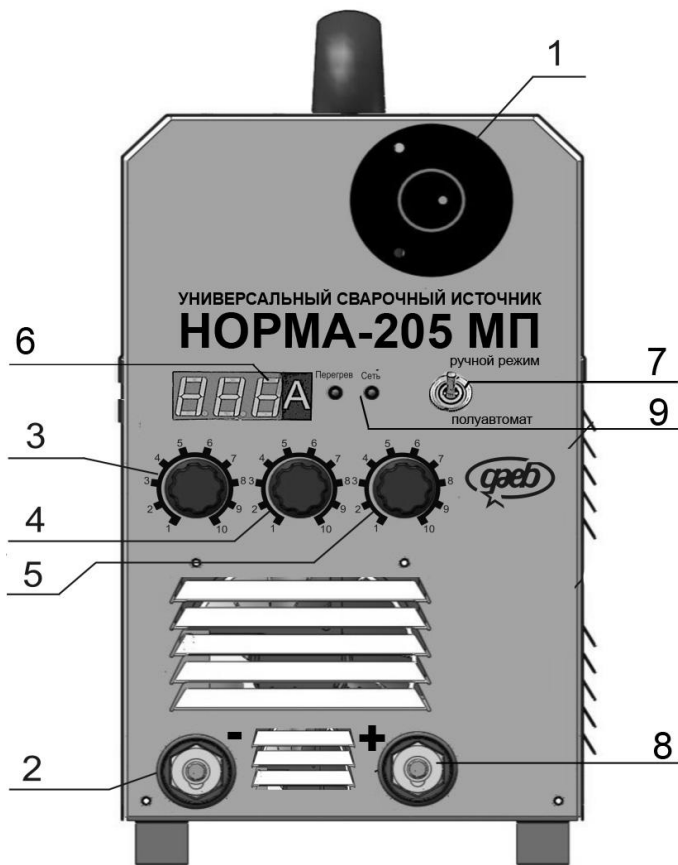

Рисунок 1 – Передняя панель источника
7.11 Для настройки нужного характера переноса электродного металла, воспользуйтесь ручкой «Индуктивность» (рисунок.1). Если Вам требуется более «мягкая» сварка, вращайте ручку против часовой стрелки при этом скорость нарастания тока короткого замыкания будет уменьшаться, при этом увеличится размер капель металла, уменьшится частота переноса металла, сварочная ванна будет больше и более подвижна. Если Вам требуется более «жесткая» сварка, ручку необходимо вращать по часовой стрелки, при этом уменьшается размер капель металла, увеличивается частота переноса металла, сварочная ванна будет более локализована и менее подвижна.